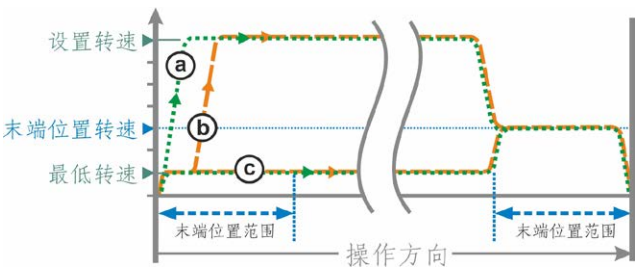

图2: 末端位置速度 - 快速启动
- 对于行程关断模式, 它将会立即切换到设置的转速以确保最短的行程时间。参见图2中的曲线a。